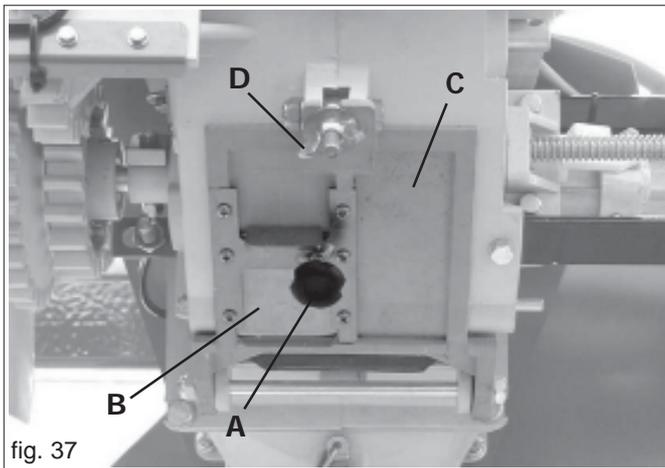

fig. 37
Zum Ablassen des Saatgutes aus dem Trichter ist folgendermaßen vorzugehen: put a bag or a container under the discharge hatch of the dosing apparatus, and then unscrew the knob (A Fig. 37) to discharge the hopper contents through the hatch (B). Lastly, open the discharge hatch (C Fig. 37) by unscrewing the wing nut (D Fig. 37) to empty the remaining contents of just the doser. Es wird empfohlen, das Schaufelrad der Dosiervorrichtung zu drehen, damit alle Rückstände entfernt werden. Nach Durchführung dieses Eingriffes ist die Ablasklappe wieder mit der Flügelmutter zu verschliessen.